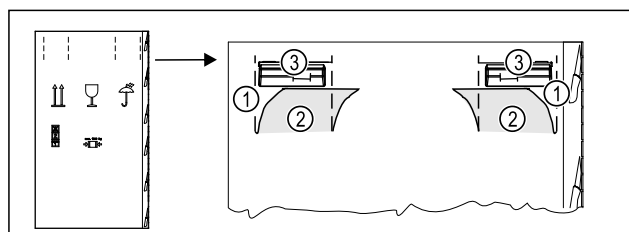

Fig. 5
- Introduire le carton d'emballage en haut au niveau de la perforation Fig. 5 (1).
- Retirer les languettes enfoncées Fig. 5 (2).
- La poignée de transport Fig. 5 (3) à droite et à gauche est visible.
- Tenir l'appareil au niveau des poignées de transport Fig. 5 (3).